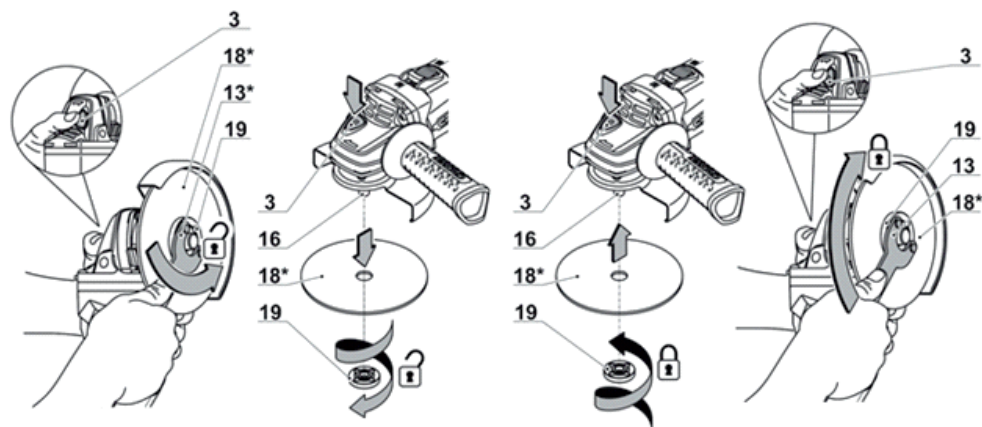

Рис. 5
- Фланцевым ключом 13 открутите зажимную гайку 19 (см. рис. 5).